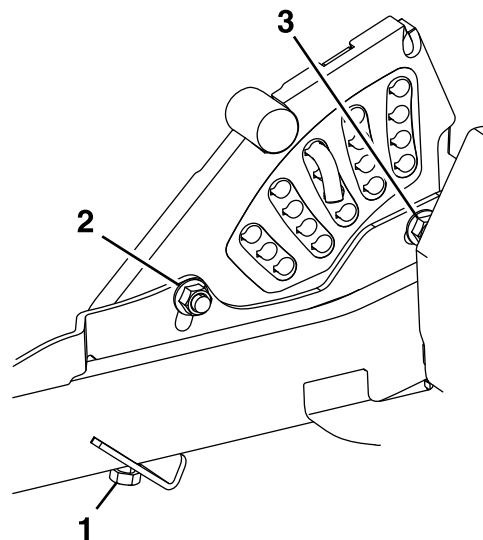

Figure 78
11. Si les 4 dispositifs de réglage du plateau n'offrent pas suffisamment de capacité de réglage pour obtenir la hauteur de coupe précise avec le râtelier souhaité, vous pouvez ajuster le système monopoint (Figure 78).
12. Pour ajuster le système monopoint, commencez par desserrer les boulons de montage de la plaque de hauteur de coupe avant et arrière (Figure 78).
14. Serrez les 2 boulons au bas de la plaque de hauteur de coupe (Figure 78).